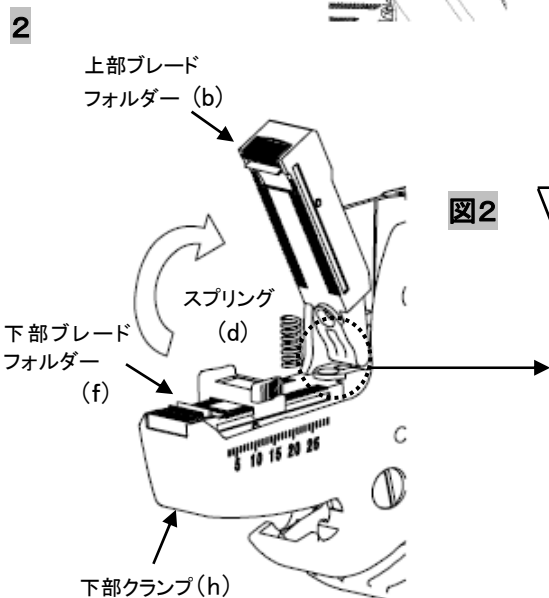

図2
2. ストリッパー本体内部に金属フック(図 2 (e))が内蔵されており、これに上下ブレードフォルダーが装着されています。まず、スプリング(図 2 (d))、上部ブレードフォルダー(図 2 (b))、下部ブレードフォルダー(図 2 (f))の順に取り外します。
まず、下部ブレードフォルダーを金属フックに装着してから下部クランプ(図 2 (h))に嵌め込みます。次に、上部ブレードフォルダーを金属フックに装着した後、下に倒しながら、スプリング受け穴(図 2 (g))にスプリングを入れます。